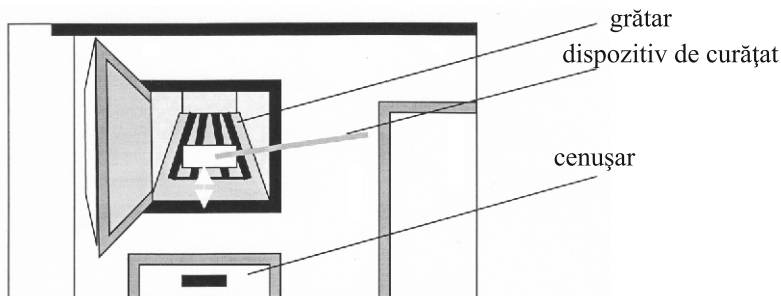

Fig. 3
- se îndepărtează cenușa de pe grătarul de fontă din camera de ardere cu ajutorul dispozitivelor de curățat cenușă adecvate (fig. 3), se scoate cutia cenușar și se golește de cenușă;